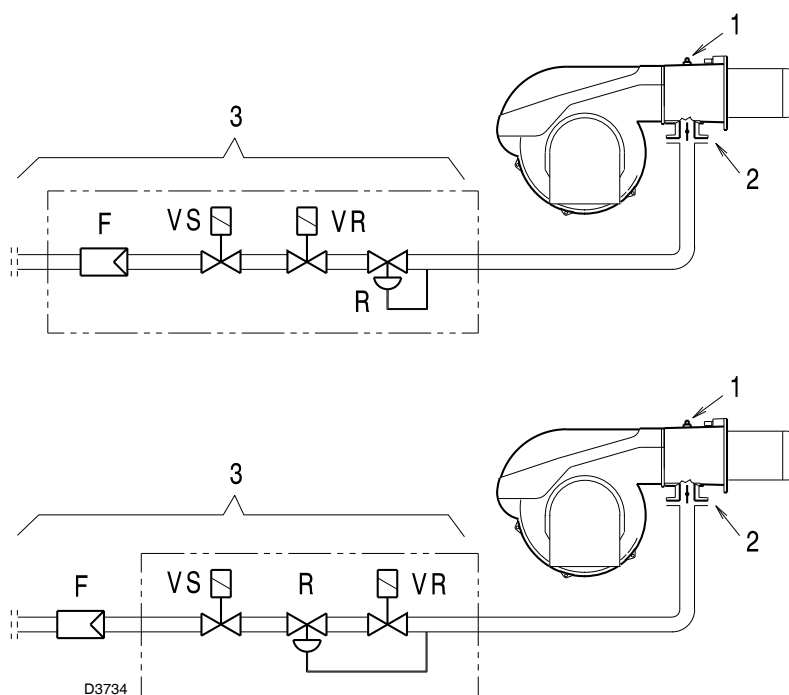

Fig. 40
Pressione del gas misurata alla presa 1)(Fig. 40), con:
Perdita di carico farfalla gas 2)(Fig. 40) con apertura massima: 90°.
Perdita di carico rampa 3)(Fig. 40) comprendente:
- Sottrarre dalla pressione del gas alla presa 1)(Fig. 40) la pressione in camera di combustione.
- Pressione del gas alla presa 1)(Fig. 40) = 8 mbar
Per conoscere invece la pressione del gas necessaria alla presa 1)(Fig. 40), fissata la potenza MAX alla quale si desidera funzioni il bruciatore:
- Leggere sulla destra, colonna 1, la pressione alla presa 1)(Fig. 40).
pressione necessaria alla presa 1)(Fig. 40).